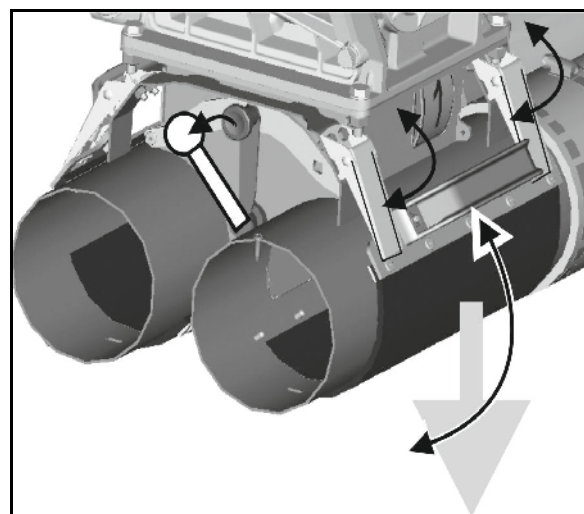

Рис. 95
3. Откройте оба запорных крана "Складывание выравнивателя" (Рис. 95/1).